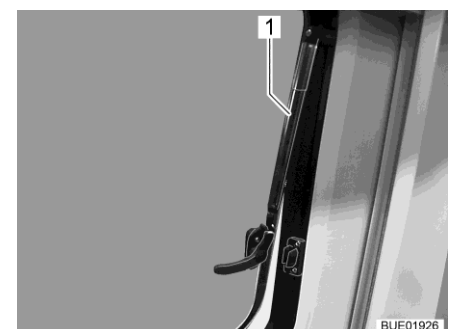

Bild 14 Ausstellfenster mit Automatik-Ausstellern, geöffnet
- Ausstellfenster bis zur gewünschten Stellung öffnen. Ausstellfenster mit Automatik-Aussteller (Bild 14,1) selbstständig einrasten lassen.